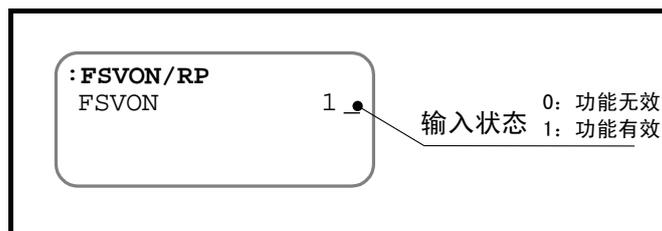

图 A-4: 功能监视器的显示示例
- 例如，「图 A-4：功能监视器的显示示例」的例子中，监视 SVON 输入：伺服 ON 功能的输入状态。此例显示，即使 SVON 输入为 B 接点，伺服 ON 输入也为有效。